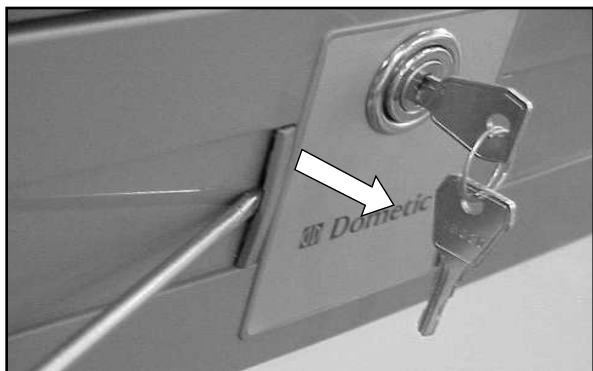

Afbeelding 11.
10. Verwisselen van het decorpaneel (afb. 11)